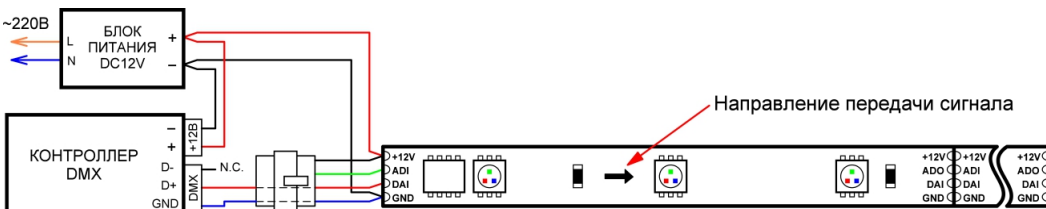

Рис.1. Схема подключения ленты к DMX контроллеру.
- Подключите ленту к выходу блока питания и к контроллеру согласно приведенной схеме (Рис.1.), соблюдая полярность. При подключении лент и соединении отрезков учитывайте направление передачи цифрового сигнала, указанное стрелкой на ленте. Вход сигнала управления имеет обозначение «ADI», выход - «ADO». Для подключения используйте коннекторы из комплекта поставки.
- Подключите ленту согласно схеме (Рис.1.), соблюдая полярность.